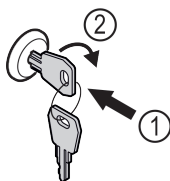

Fig. 120
- ▶ Shtyni çelësin brenda Fig. 120 (1).
- ▶ Rrotulloni çelësin me 90° në drejtimin orar Fig. 120 (2).